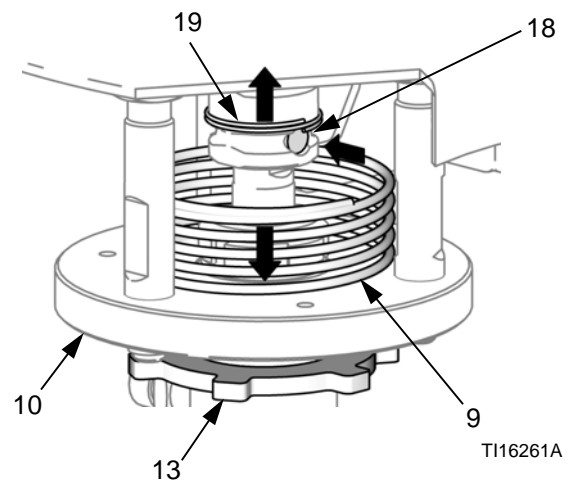

FIG. 6. Molla di sicurezza e spinotto di collegamento
4. Vedere FIG. 6. Tenere premuta la molla di sicurezza (9) verso il basso per accedere allo spinotto di accoppiamento (18). Spingere la molla di fermo (19) verso l'alto e far fuoriuscire lo spinotto, con un cacciavite o un punzone.
5. Allentare il controdado (13).